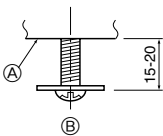
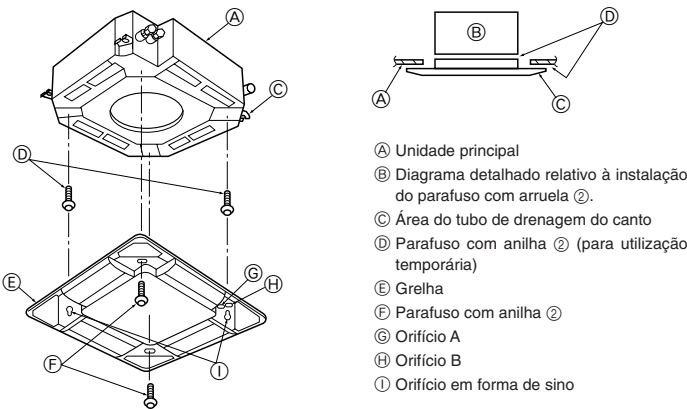

Fig. 5-5
Fig. 5-6
5.4.1. Preparativos (Fig. 5-5)
- Instale os dois parafusos incluídos com arruelas ② na unidade principal (na área do tubo de drenagem do canto e no canto oposto) tal como demonstrado no diagrama.
5.4.2. Instalação temporária da grelha (Fig. 5-6)